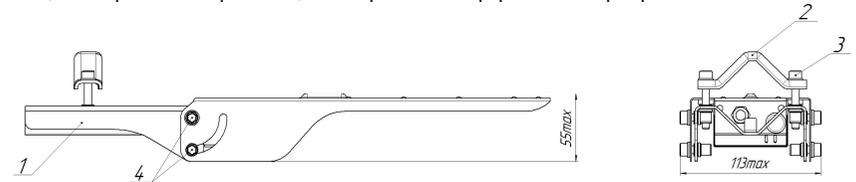

Рис.1
- а) кронштейн (1) (рис. 1) установить на трубу, предварительно ослабив болты М6 (3) закрепить скобой (2);